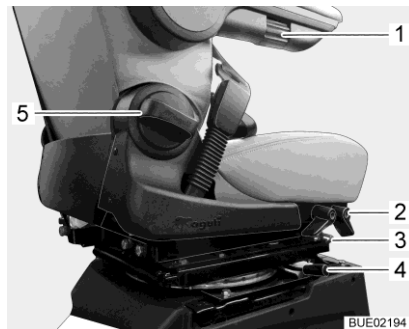

Bild 15 Sitzverstellung
- Entriegelungshebel (Bild 15,4) betätigen. Die Arretierung wird gelöst.
- Den Bügel (Bild 15,3) nach oben ziehen.
- Vorderen oder hinteren Hebel (Bild 15,2) nach oben ziehen.
- Drehgriff (Bild 15,5) drehen. Je nach Drehrichtung neigt sich die Rückenlehne nach vorn oder hinten.
- Rändelrad (Bild 15,1) drehen. Je nach Drehrichtung neigt sich die Armlehne nach oben oder unten.